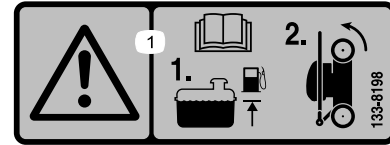

Figura 15
1. Asegúrese de que el nivel de combustible del depósito de combustible no sobrepasa lo recomendado por el fabricante del motor; consulte la pegatina del fabricante del motor, situada en el motor (Figura 15).